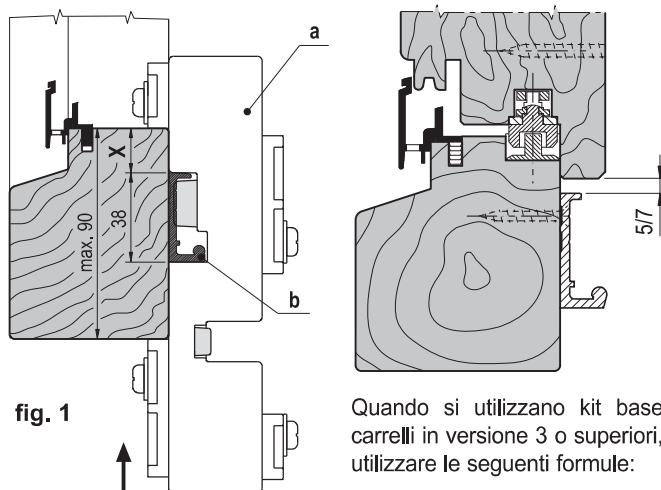

fig. 1
- 1) Regolare le dime art. M02030.00.04 (a) secondo la misura **X** con riferimento dalla battuta interna (fig. 1); appoggiare il blocchetto inferiore al telaio e fissarlo.